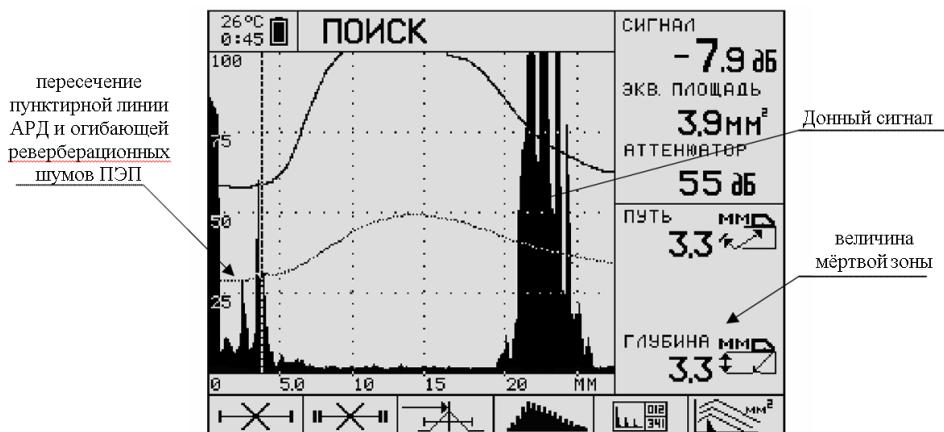

Рисунок 3.14 – Мёртвая зона на экране дефектоскопа
3.7.4.6 Кнопками «PARAM » или «PARAM » совместите пунктирный курсор с этой точкой. Величина мёртвой зоны будет равна значению глубины, индицированной справа внизу на экране дефектоскопа (рис. 3.14).